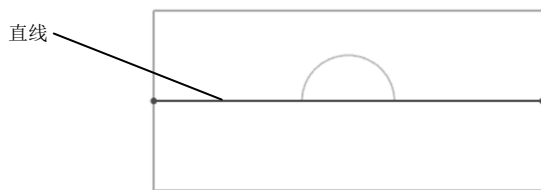

图 6-17 绘制直线
(30) 单击“拉伸”按钮，以工件的侧面为草绘平面，绘制一条直线，如图 6-17 所示。